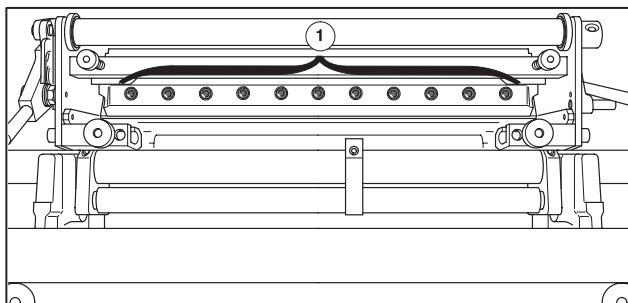

Рис. 18 Винты зональной регулировки
11 красочных зон устанавливаются с помощью винтов зональной регулировки (Рис. 18/❶) с нижней стороны красочного ножа.